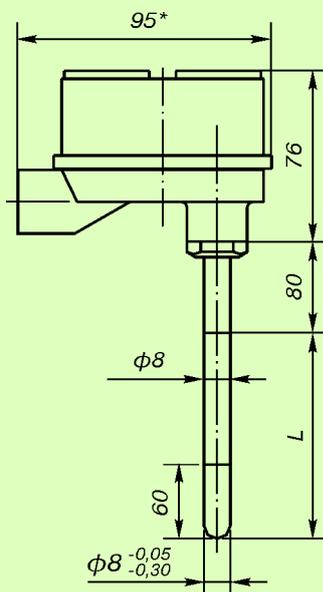

Рис. 1.
-40...1000°C - для ТХА Метран-251 (рис.1, 2, 8).
ост. см. рис. 1
ост. см. рис. 1.